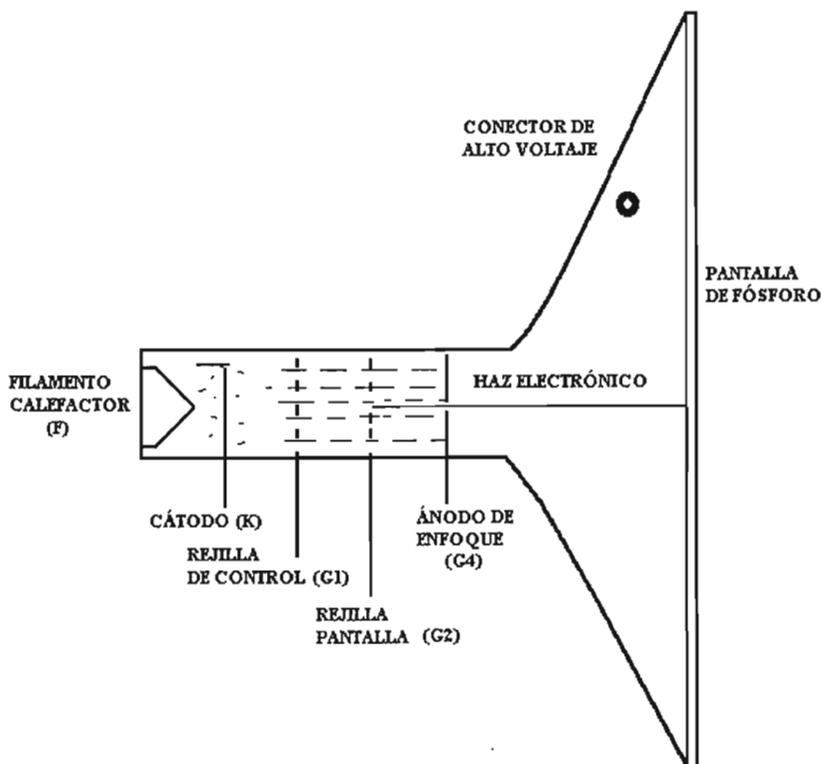

Figura 2.6 Diagrama del cinescopio o tubo de rayos catódicos (TRC)
El cinescopio es un tubo de vidrio al alto vacío, figura. 2.6. En su interior tiene además de un filamento calefactor, varios elementos llamados electrodos: el cátodo (K), la rejilla de control (G1), la rejilla pantalla (G2), ó primer ánodo acelerador y el ánodo de enfoque (G4). Los anteriores elementos están colocados en un extremo del tubo llamado cañón del cinescopio, en el otro extremo está el segundo ánodo acelerador formado por una cubierta conductora de pintura de aluminio en el interior con conexión al exterior. Al frente esta la pantalla de vidrio cubierta de fósforo en su parte interior. El cinescopio externamente tiene una capa de pintura de grafito como material conductor. Esta capa y la cubierta interior forman un capacitor cuyo dialéctico es el vidrio entre estas dos capas, el capacitor así constituido sirve para filtrar el alto voltaje aplicado al segundo ánodo acelerador.